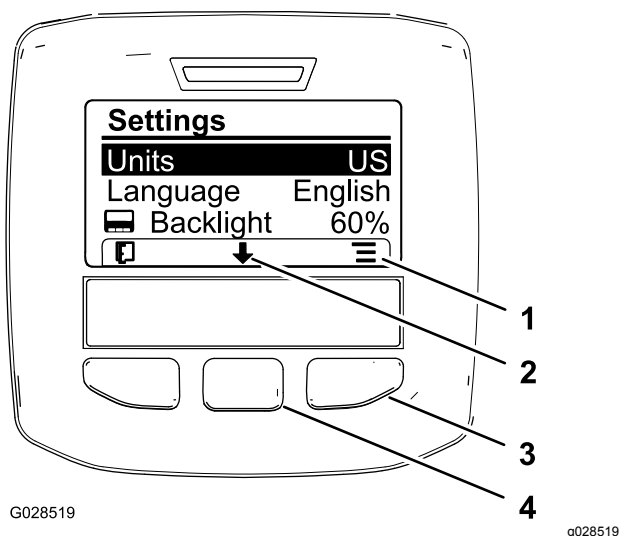

Figura 9
1. Per modificare l'unità di misura, premete il pulsante di selezione centrale per scorrere fino all'opzione UNITÀ (Figura 9).
2. Per modificare le unità di misura elencate premete il pulsante di selezione destro (Figura 9).
1. Per cambiare la lingua utilizzata sul display, premete il pulsante di selezione centrale (il pulsante sotto l'icona a forma di freccia rivolta verso il basso nel display) per spostare l'opzione selezionata su Lingua (Figura 9).
per evidenziare l'elenco delle lingue utilizzate sul display (Figura 9).